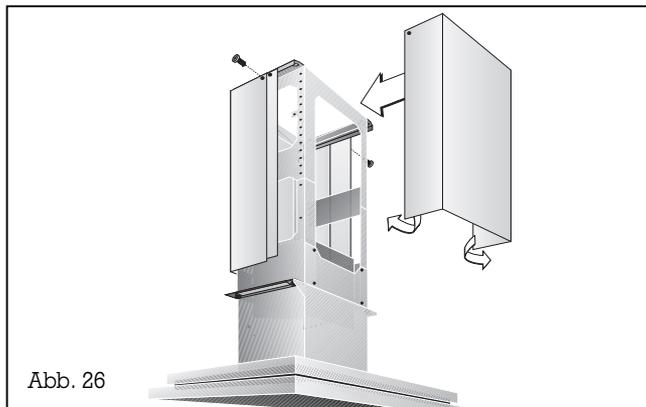

Abb. 26
13. Fixieren Sie das obere Kaminteil ohne Magnetstreifen mit 2 Schrauben oben am Tragegestell (Abb. 26).
14. Die zweite obere Kaminhälfte (mit Magnetstreifen) leicht aufbiegen, auf das erste Kaminteil aufschieben, ausrichten (kein Spalt!) und mit 2 Schrauben oben am Tragegestell festschrauben (Abb. 26).